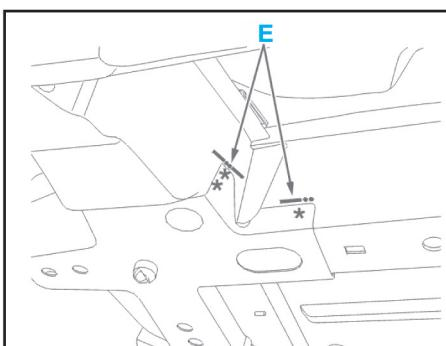

Fig. Car.43
- Découper par fraisage des points (Fig.Car.43).